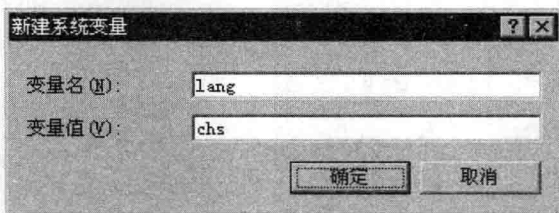

图 1.2.5 “新建系统变量”对话框
步骤 05 在图 1.2.5 所示的“新建系统变量”对话框中，创建 **变量名 (N):** 为 lang、**变量值 (V):** 为 chs 的系统变量。